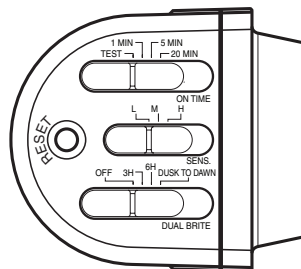

Figura 7
- Si lo monta en un alero, monte el aparato con detector de espaldas a la pared de la casa. Gire el detector de modo que los controles en la parte inferior del detector (vea la Figura 7) miren hacia el suelo.
2. Deslice el interruptor de sensibilidad (SENS) a la posición “L”, el interruptor ON-TIME a la posición TEST, y el interruptor DUALBRITE a la posición OFF (vea la Figura 7).
- Botón de reinicio (vea la Figura 7): use un clip para papel para presionar el botón DE REINICIO por 15 segundos para reiniciar la luz.